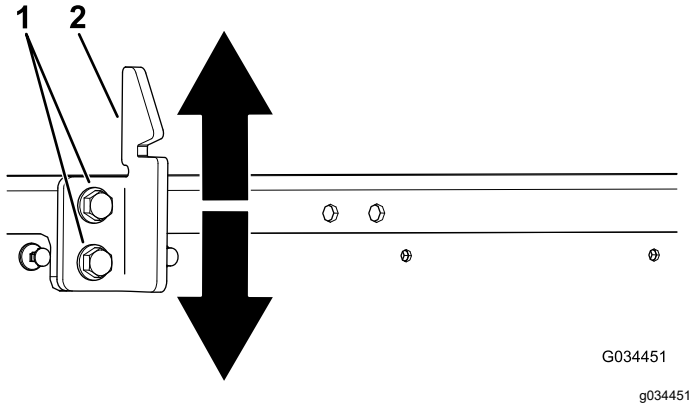

図 53
3. 荷台のラッチストライカのボルト2本をゆるめて、ストライカの上下位置を調整する **図 53**。
4. ラッチストライカのボルト2本を締め付ける **図 53**。